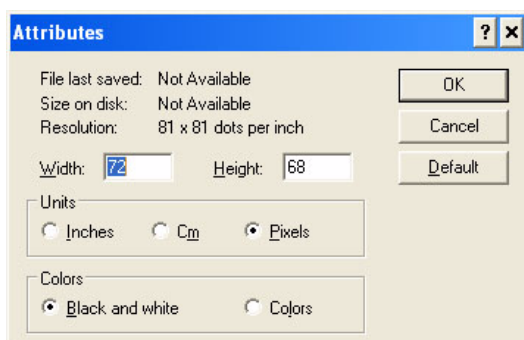

Рисунок 5-59: Оформление изображения
- c. выбирать формат цвета изображения - *черный и белый* (смотрите Рисунок 5-59 на странице 5-64)